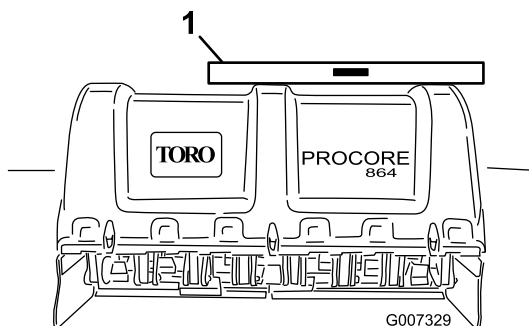

Figura 15
2. Coloque um nível na parte superior da estrutura da máquina para verificar se está nivelada lateralmente (Figura 15).